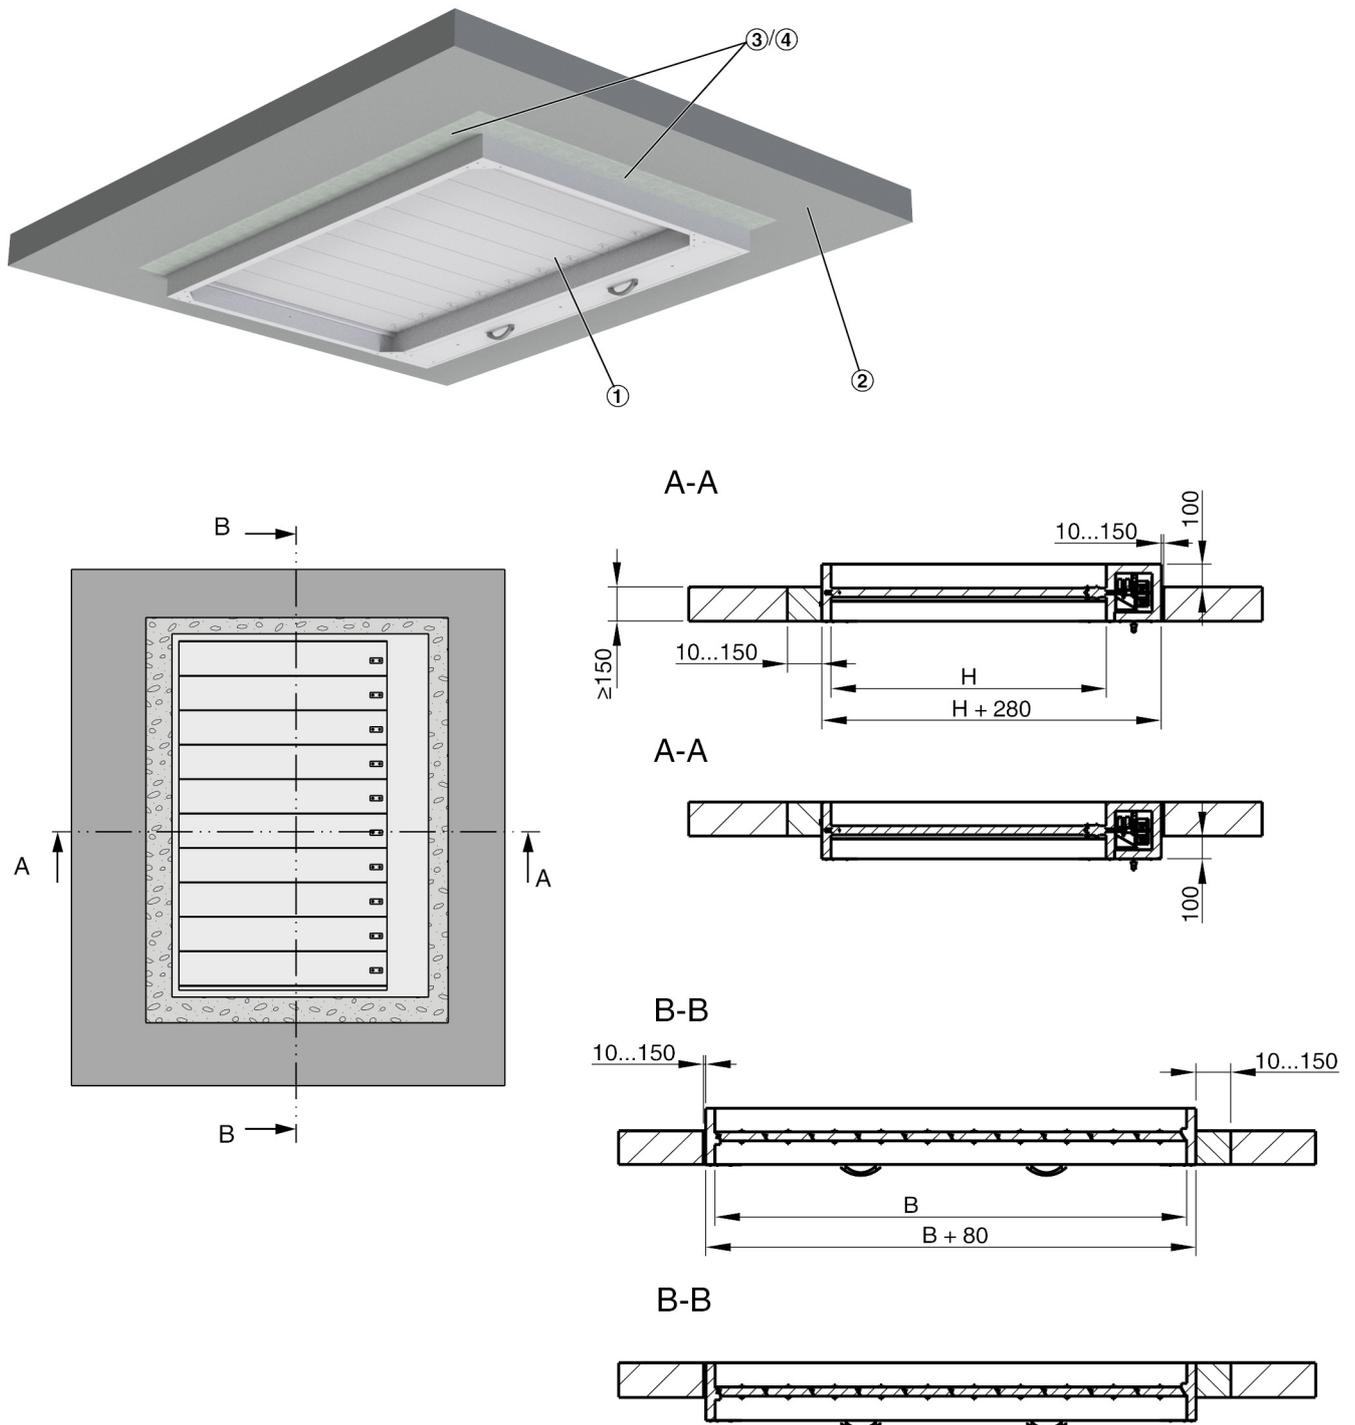

Abb. 25: Nasseinbau in Massivdecke
- ▶ In der Decke die Einbauöffnung fachgerecht herstellen, Maße Abb. 25.